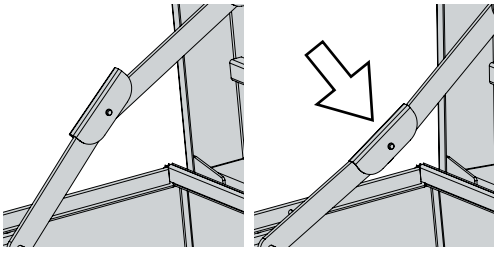

Figura 10
1. Verifique que el soporte de la tapa, ubicado en el lado izquierdo de la tapa, éste trancado de modo que la tapa no pueda caer (figura 10).